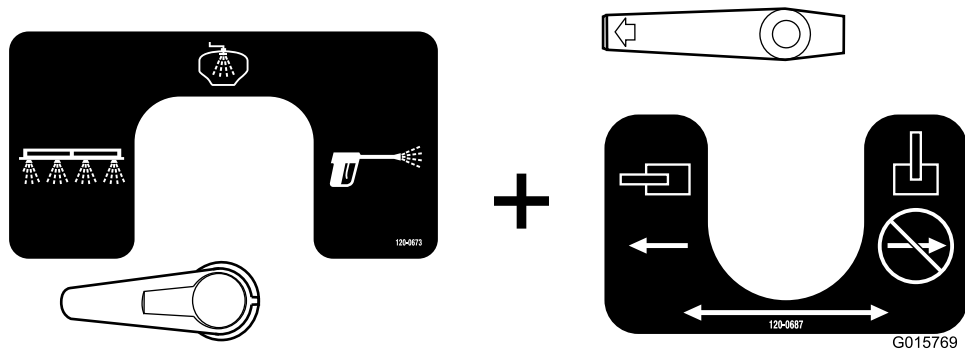

Figura 55
- Aceasta este configuraia braului (Figura 55). Folosii această configuraie pentru a pulveriza apa de clătire prin bra.